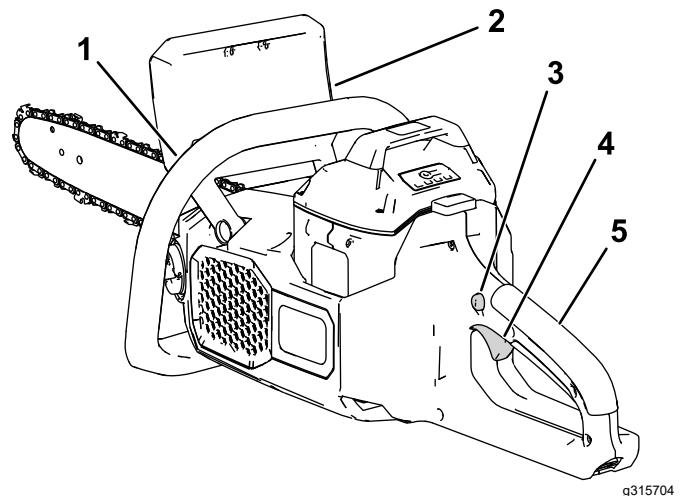

Figura 9
7. Con la mano izquierda en la empuñadura delantera y la mano derecha en la empuñadura trasera, presione el seguro del gatillo y luego apriete el gatillo (Figura 9).